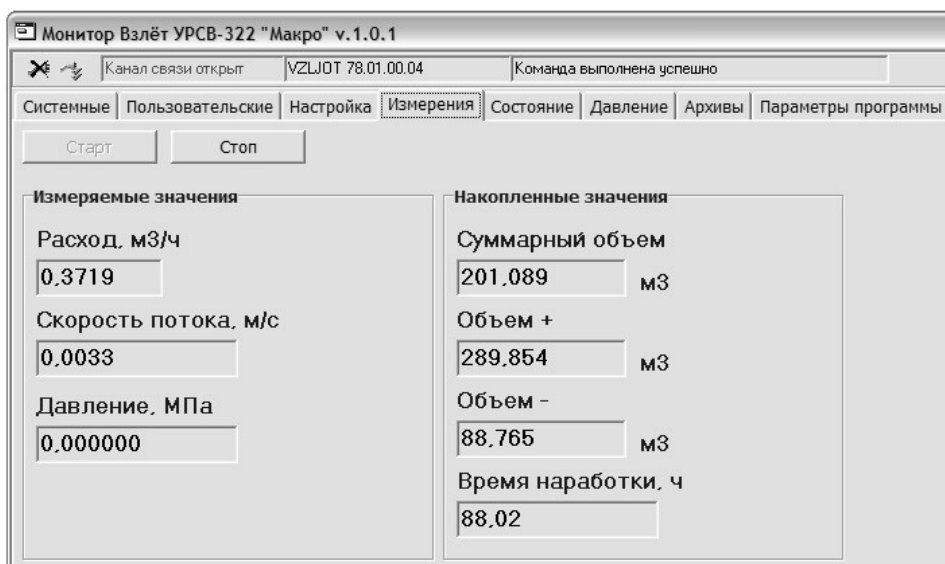

Рис.12. Окно вкладки «Измерения».
- 3.1.9. Щелкнуть мышкой по вкладке **Измерения**. На дисплее ПК отобразится окно, показанное на рис.12.